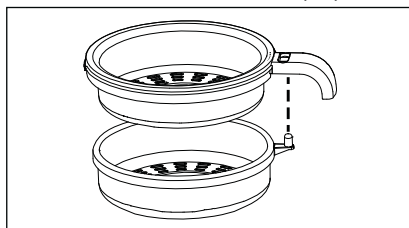

Fig. 1
- Rør ikke direkte ved pressekeglen ❷/❸, når den drejer, og hold ikke bestik eller andre genstande hen til dele, der drejer rundt. Hold tøj og hår på afstand af drejelige dele.
- ◆ Vikl tilslutningsledningen af ledningsopviklingen ❿.
- ◆ Sæt sien sammen ❹/❺. Læg de to dele over hinanden, så indstillingsknappen ❻ rager ud af åbningen på overdelen ❹ (Fig. 1). Tryk de to dele sammen, indtil de klikker på plads.